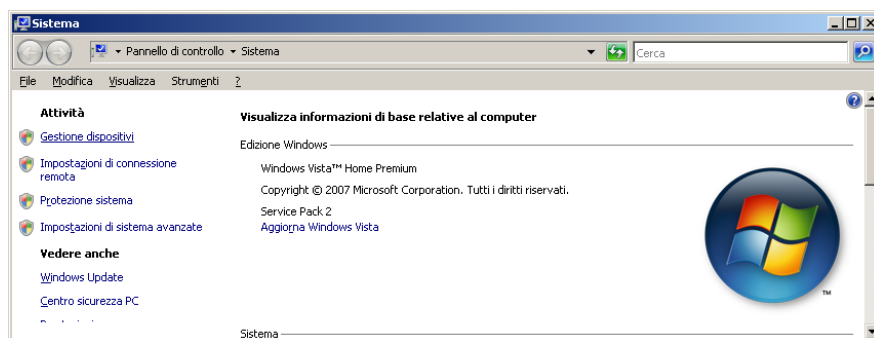

Figura A.1: System
3. Cliccare su gestione dispositivi come mostrato in Figura A.1